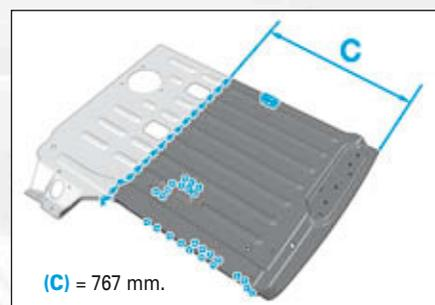

FIG.223
- puis découper à l'aide d'une scie avec (C) = 767 mm (Fig.223),